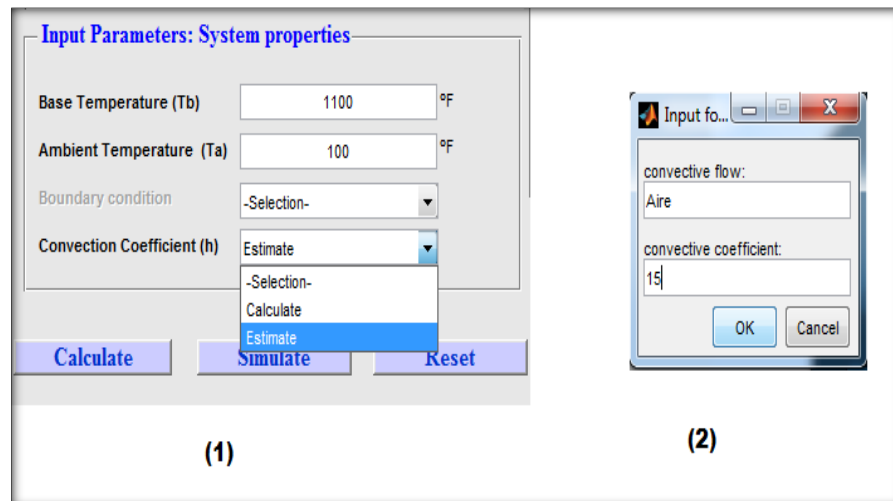
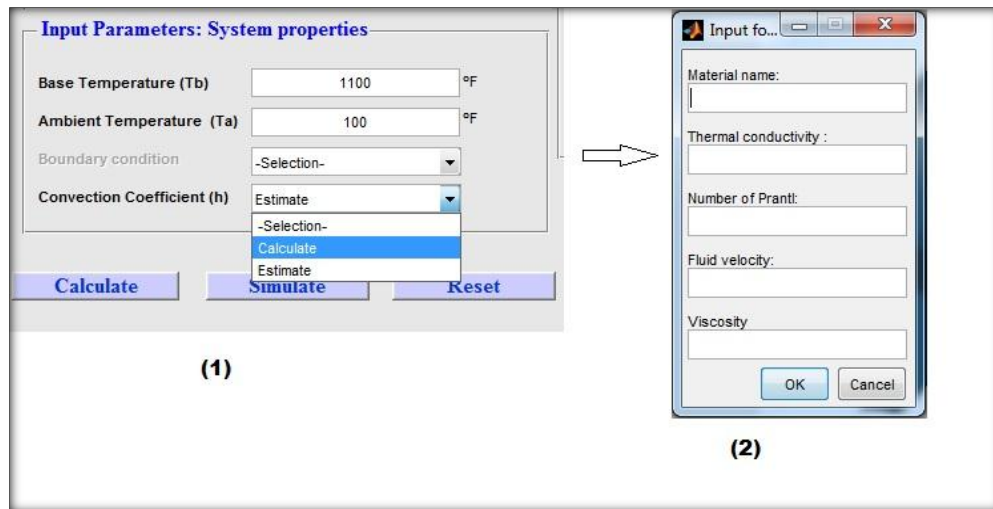

Figura 6. Pasos para introducir el valor del coeficiente convectivo del fluido.
Figura 7 Pasos para introducir los valores para el cálculo del coeficiente convectivo
4. Una vez introducidas las propiedades de la Aleta se deberá entonces especificar las propiedades del sistema dentro del menú Parámetros de Entrada: Propiedades del sistema (*"Input Parameters: System Properties"*). Dentro del menú se deberá introducir la temperatura de la base de la Aleta en la opción (*"Base Temperature"*), y la temperatura ambiente o en algunos casos también denominada temperatura infinito (*"Ambient Temperature"*). El coeficiente convectivo se introduce dentro de la opción (*"Convection coefficient"*). Una vez seleccionado la opción *"Convection coefficient"* se darán dos posibilidades al usuario. La primera opción, *"Estimate"*, mediante el cual permite introducir el nombre y el valor del coeficiente convectivo, como se dijo anteriormente, no necesita especificar el nombre del fluido convectivo, figura 6. La segunda opción *"Calculate"*, permite calcular el coeficiente convectivo bajo ciertas condiciones dadas. A continuación aparecerá una ventana como lo muestra la figura 7.